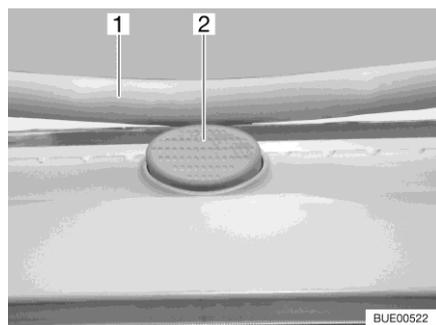

Fig. 51 Bottone di sicurezza (oblò Heki)
- Premere il bottone di sicurezza (Fig. 51,2) e tirare verso il basso la staffa (Fig. 51,1) con entrambe le mani.
- Premere la staffa verso l'alto con ambedue le mani, finché la staffa non poggia al di sopra del bottone di sicurezza (Fig. 51,2).